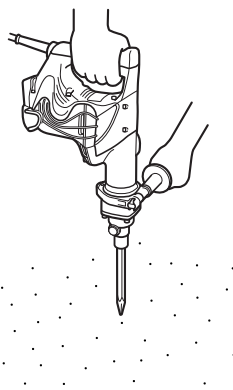

Fig. 6
2. Comment buriner ou broyer (Fig. 6)